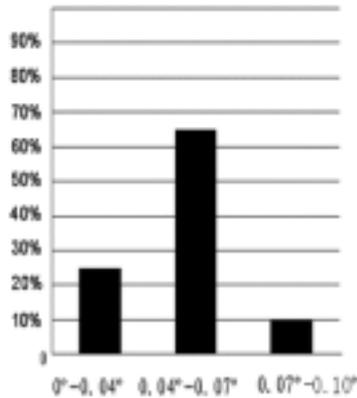
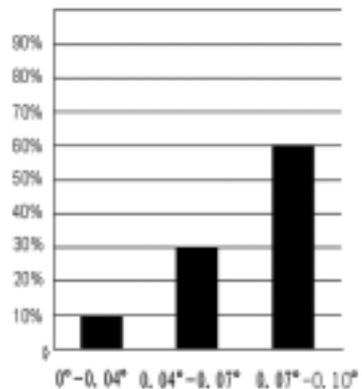

图 2—0° 点精度覆盖范围
图 5—45° 点精度覆盖范围
6. 常温下, 0°, 15°, 30°, 45° 精度的范围和覆盖率 (见图 2-图 5):